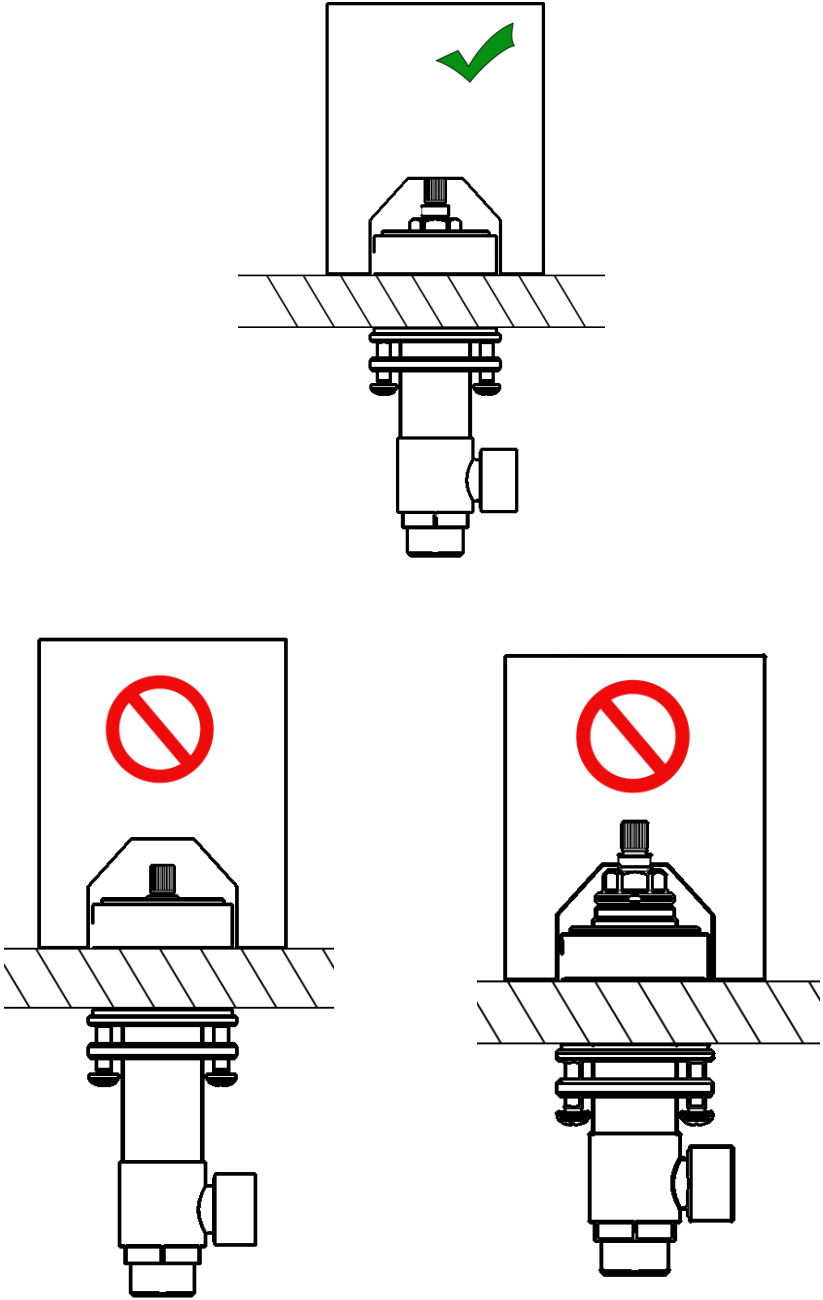

Fig. 8
**Fig. 8:** Make a hole in the surface for positioning the shower support, MIN Ø27 mm, MAX Ø33 mm (MIN 1.06 in, MAX 1.29 in). Insert the stem inside the hole, positioning the flat gasket underneath the base. Fix it in the lower part using the appropriate kit, finish locking by tightening the screws. Connect the flexible hose to the shower, taking care to insert the flat gasket. Insert the rest of the hose under the surface, through the shower support itself.
**Fig. 8 :** Faire un trou dans la surface pour positionner le support de douche, MIN Ø27 mm, MAX Ø33 mm (MIN 1,06 in, MAX 1,29 in). Insérez la tige à l'intérieur du trou, en positionnant le joint plat sous la base. Fixez-le en partie basse à l'aide du kit approprié, terminez le verrouillage en serrant les vis. Raccordez le tuyau flexible à la douche en prenant soin d'insérer le joint plat. Insérez le reste du tuyau sous la surface, à travers le support de douche lui-même.